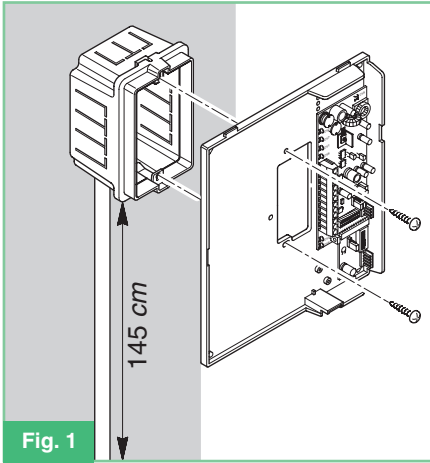

Fig. 1
- Fig. 1** Installation of Bracket Art. 5706 on civil series 503 box (Art. 4517) \*.
- Fig. 1** Installazione Staffa Art. 5706 su scatola serie civile 503 (Art. 4517) \*.
- Fig. 1** Installation Bride Art. 5706 sur le boîtier série civile 503 (Art. 4517) \*.